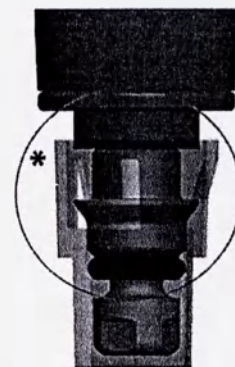

Рисунок 4
1. Для установки наконечника вставьте посадочный конус дозатора в наконечник ClipTip, установленный в штативе, и приложите небольшое усилие для его фиксации. Слабый щелчок свидетельствует о фиксации наконечника. Фиксация произойдет после защелкивания зажимов * (рисунок 4) на наконечнике. Не прилагайте чрезмерное усилие при установке наконечника, поскольку для этой процедуры требуется минимальное усилие.